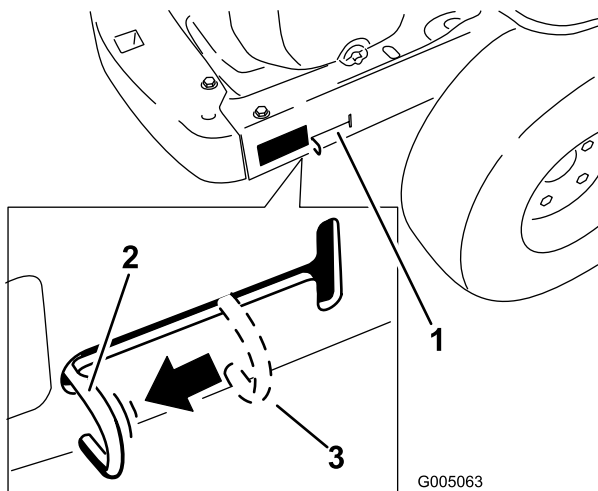

Figure 18
4. Déplacez les leviers de dérivation en arrière, puis abaissez-les pour les bloquer en place comme illustré à la Figure 18 et désengager les moteurs de roues. Répétez cette procédure de chaque côté de la machine.
Levez les leviers de dérivation et poussez-le en avant jusqu'au **centre** de la fente horizontale (Figure 18) pour engager les moteurs de roues.